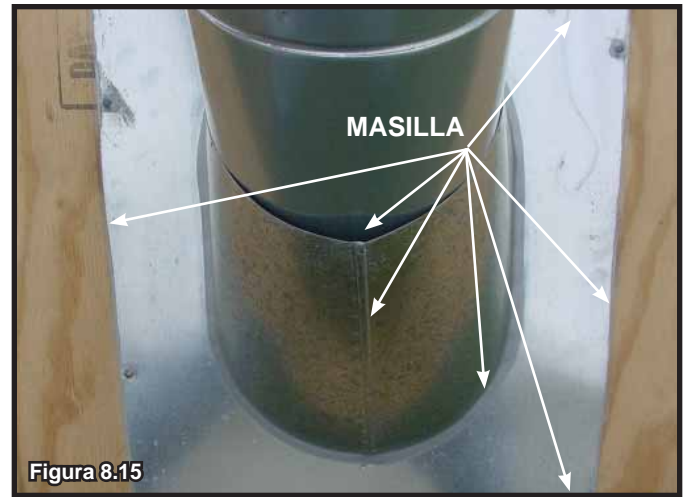

Figura 8.15
- Deslice el tapajuntas para techos sobre las secciones de tubo que se extienden por arriba del techo como se muestra en la figura 8.15.
- Aplique masilla en el perímetro del tapajuntas en hace contacto con el techo. Consulte la figura 8.15.